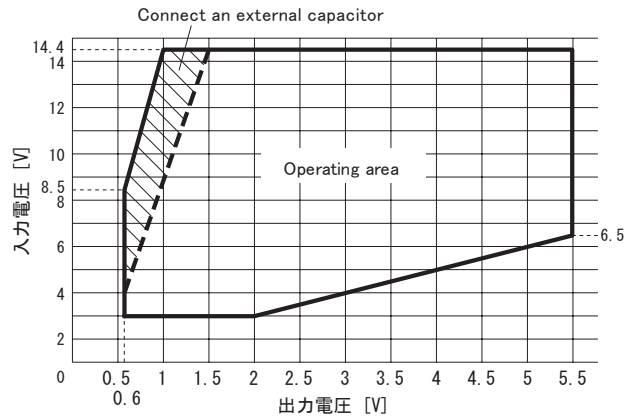
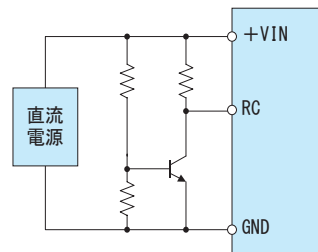

図3.5 入力電圧設定範囲
図3.6 起動時のRC回路
- BRNSシリーズの出力電圧は、図3.5の動作範囲内になるよう設定ください。また、範囲の境界条件に近い条件で使用される場合、過渡時の電圧応答が悪くなる場合があります。範囲の境界に対し、十分マージンを取ってください。
- 図3.5の範囲を逸脱した場合、設定した出力電圧が出力されない場合や、電源が起動しない場合があります。
- 図3.5斜線部の範囲では、立ち上がり時、負荷電流によってはリップルが大きくなる場合があります。起動時のリップル電圧が問題となる場合は、表2.4の容量のコンデンサを接続してください。
- 過渡時においても、図3.5の範囲を逸脱しないよう注意してください。入力電圧の上昇速度が遅い場合、図3.5の範囲を逸脱する可能性があります。入力電圧が動作条件を満たすことを確認してから、RC機能などで電源を起動するようにしてください。(図3.6参照)